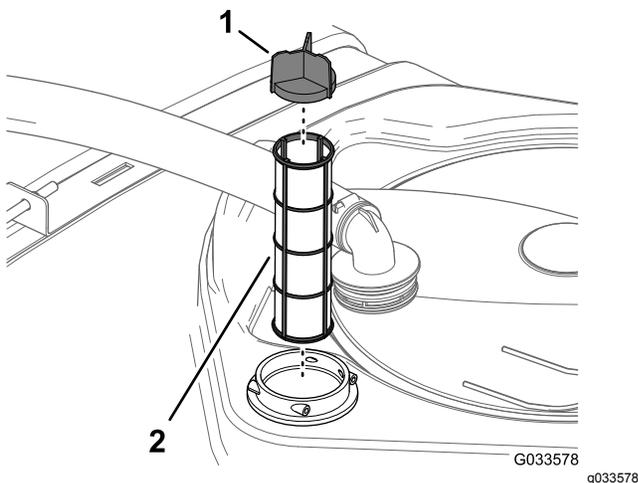

図 14
4. フィルタハウジングタンク内部からストレーナを取り出す 図 14。